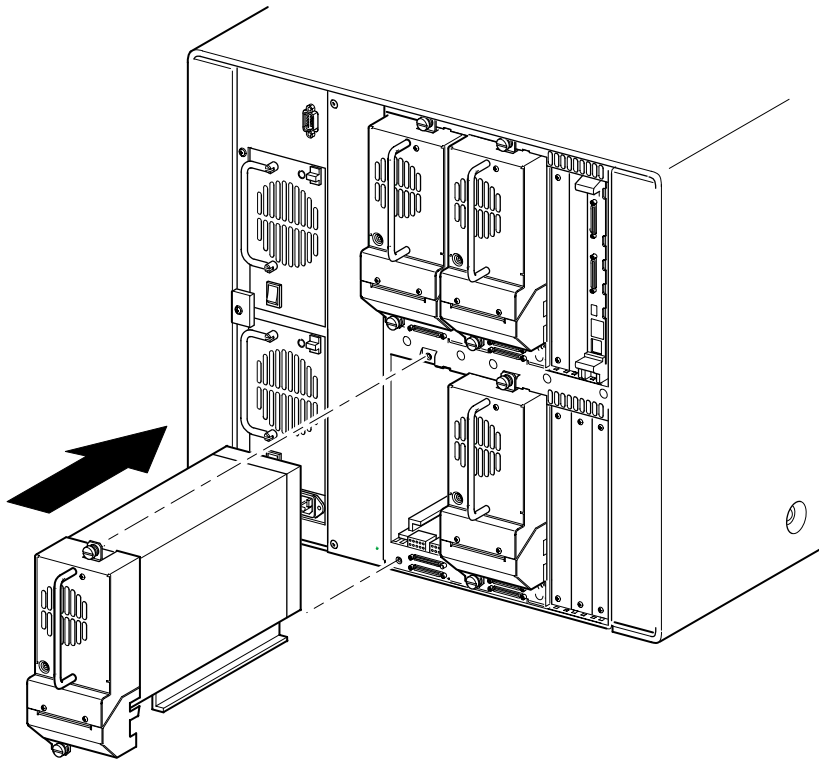

Figura D-2. Instalación de una unidad de cinta (modelo MSL5052)
3. Inserte lentamente la unidad de cinta en la bandeja de montaje. Asegúrese de que inserta completamente la unidad de cinta de manera que encaje en los conectores situados en la parte posterior de la biblioteca (consulte Figura D-2).